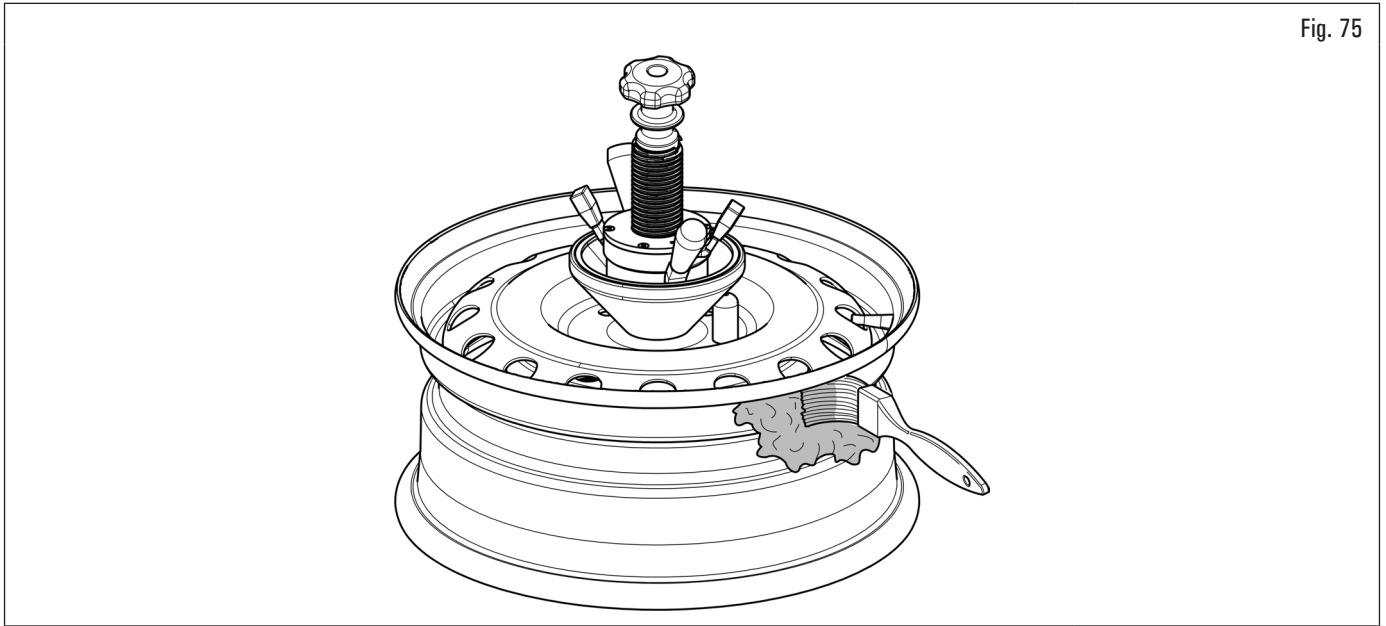

Fig. 75
1. Graisser généreusement la jante en prenant soin de garder la soupape propre et non graissée (voir Fig. 75) ;